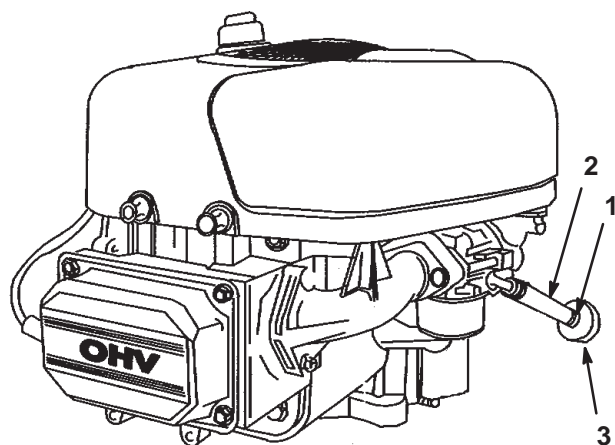

Figure 28
7. Desserrez le collier de serrage au niveau du filtre à carburant et repoussez-le le long de la conduite d'alimentation pour l'éloigner du filtre (Fig. 28).
8. Débranchez les conduites d'alimentation du filtre à carburant (Fig. 28).
11. Rapprochez le collier de serrage du filtre pour fixer la conduite d'alimentation (Fig. 28).
Remplacez le filtre à carburant toutes les 100 heures de fonctionnement ou une fois par an, le premier des deux prévalant. Le meilleur moment pour remplacer le filtre à carburant (Fig. 28) est lorsque le réservoir à carburant est vide. Ne réinstallez jamais un filtre à carburant encrassé après l'avoir déposé de la conduite d'alimentation.
7. Pincez les extrémités des colliers et éloignez-les du filtre usagé (Fig. 28).